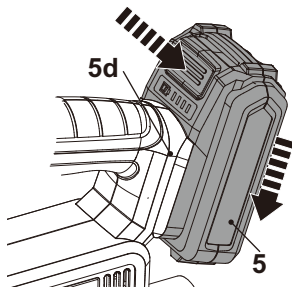

Fig. 5
- > Alinhar o conjunto de baterias (5) com as ranhuras deslizantes da porta de atracagem da bateria (5d) e fazer deslizar o conjunto de baterias para dentro para a fixar. Certifique-se de que clica no lugar (Fig. 5).